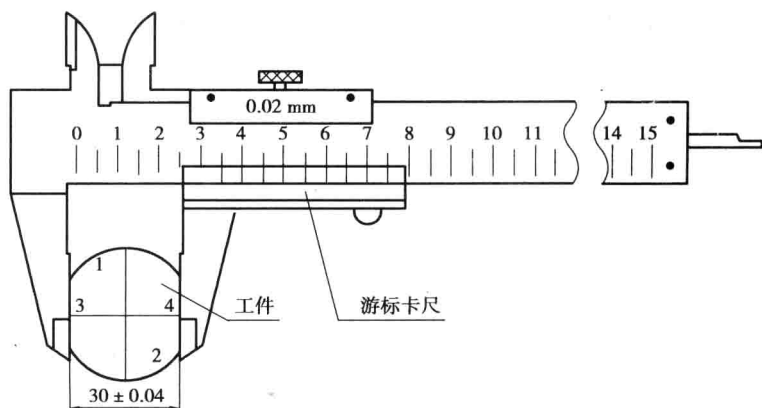

图1.8 游标卡尺控制平行度和测量尺寸
④面4的加工和测量与面3相同,注意控制平面度、垂直度及角度 $120^\circ \pm 2'$,并且用游标卡尺控制平行度和测量尺寸 30 ± 0.04 mm,如图1.8所示。